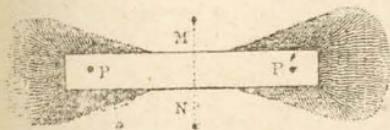

Fig. 189.—Acción de los polos de un imán.
**2. Polos de los imanes.**—La fuerza magnética no es igual en toda la superficie de un imán (fig. 189): es nula en la parte media *MN* que, por esta razón, ha recibido el nombre de *línea neutra*, y aumenta desde esta línea hasta los dos puntos *P* y *P'*, situados cerca de sus extremidades y que se designan con el nombre de *polos magnéticos*.